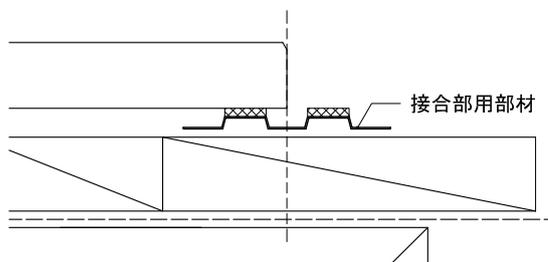

図1 同質出隅の端部
- 接合部用部材を、同質出隅の小口が中心になるように配置する。(図1参照)